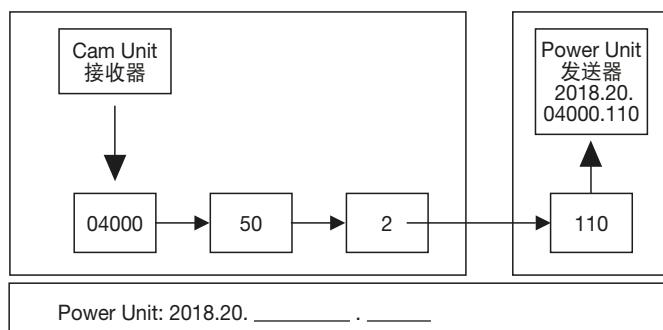

Fig. 3: Selection for example 3 图 3：选择示例 3
**Example 3 (Fig. 3):** A Power Unit 2018.20.04000.110 can be used with two Compact Cams 2018.11.04000.049 and a useful press stroke of 110 mm. The Power Unit stroke used is 110 mm and the transmission ratio is 0.5.
**示例 3 (图 3) :** 使用两个紧凑型模具滑阀 2018.11.04000.049 和一个 110 mm 可用下压行程时，则可使用 2018.20.04000.110。发送器所用行程为 110 mm，传动比 0.5。